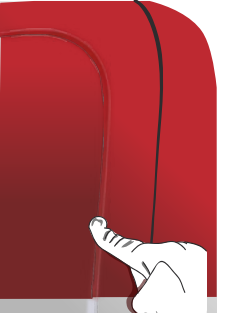

Abbildung 19
- › Die überschüssige Folie wie auch das TIRODECO-Abdeckband bzw. der WRAPKNIFE-Schneidedraht sind zu entfernen. Die Folie ist mit dem Finger oder mit der mit Wollfilz überzogenen Kunststoffraker fest auf dem Rand anzubringen. (Abb. 19)